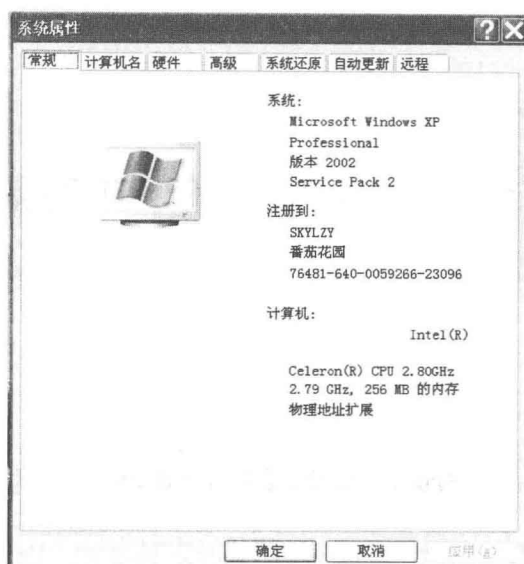

图 1-1 【系统属性】对话框
(1) 首先在桌面上右键单击【我的电脑】图标, 从快捷菜单中选【属性】, 打开如图 1-1 所示的【系统属性】对话框。